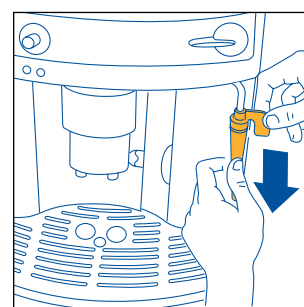

Fig.26
- Tag dampdysen af udløbsrøret ved at trække den nedad (fig. 26).